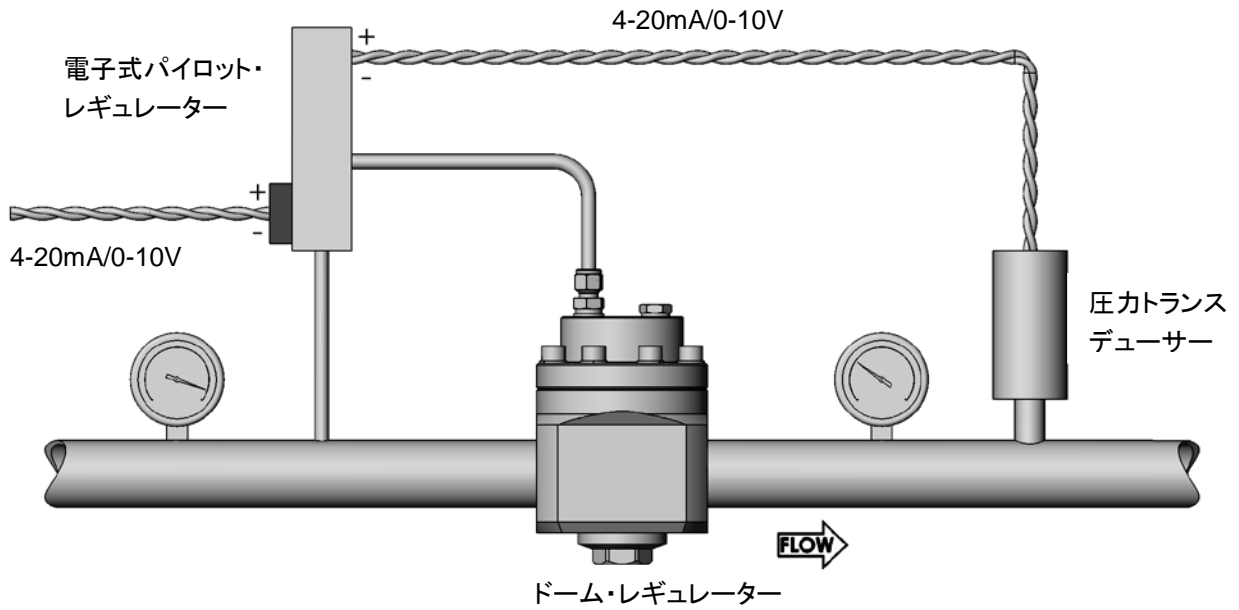

図 4
- **電子式による調整:**この手法で使用する電子式パイロット・レギュレーターはシステム圧力を利用し、圧カトランスデューサーと共に、ドーム内の圧力を直接調整します(図 4)。メインのレギュレーターの二次側圧力は、電子式レギュレーターの二次側圧力により制限されます。この手法は、液体用途には適していません。